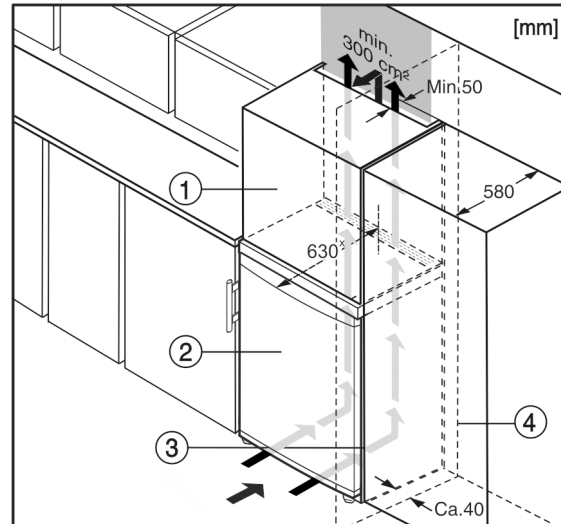

Fig. 6
- (1) Mobile da appoggio* (3) Mobile da cucina*
(2) Apparecchio* (4) Parete*
L'apparecchio può essere incassato in mobili da cucina. Per adattare l'apparecchio Fig. 6 (2) all'altezza della cucina componibile, è possibile applicare sopra l'apparecchio un mobile da appoggio Fig. 6 (1).
Per il montaggio tra due mobili da cucina (profondità max 580 mm) è possibile posizionare l'apparecchiatura direttamente accanto al mobile da cucina Fig. 6 (3). L'apparecchiatura sporge rispetto al frontale del mobile da cucina di 34 mm * ai lati e di 50 mm * al centro dell'apparecchiatura.
Se si installa l'apparecchiatura con le cerniere accanto a una parete Fig. 6 (4), la distanza tra l'apparecchiatura e la parete deve essere di almeno 40 mm, che corrisponde alla sporgenza della maniglia a porta aperta.*